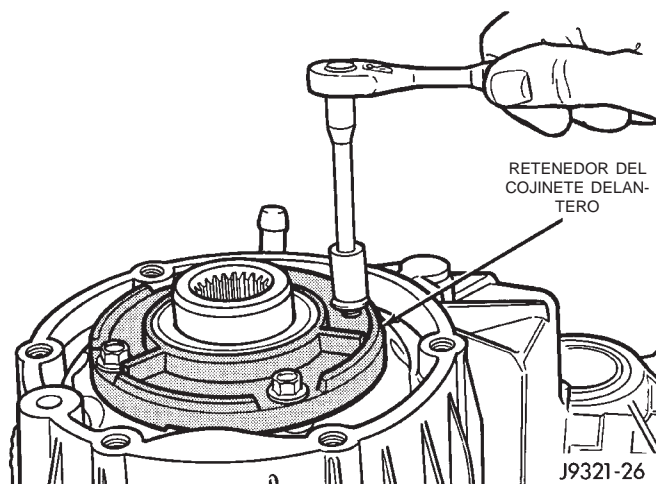

Fig. 59 Instalación del retenedor del cojinete delantero
(6) Instale los pernos que fijan el retenedor en la caja de cambios (Fig. 59). Apriételos con una torsión de 21 N·m (16 lbs. pie).